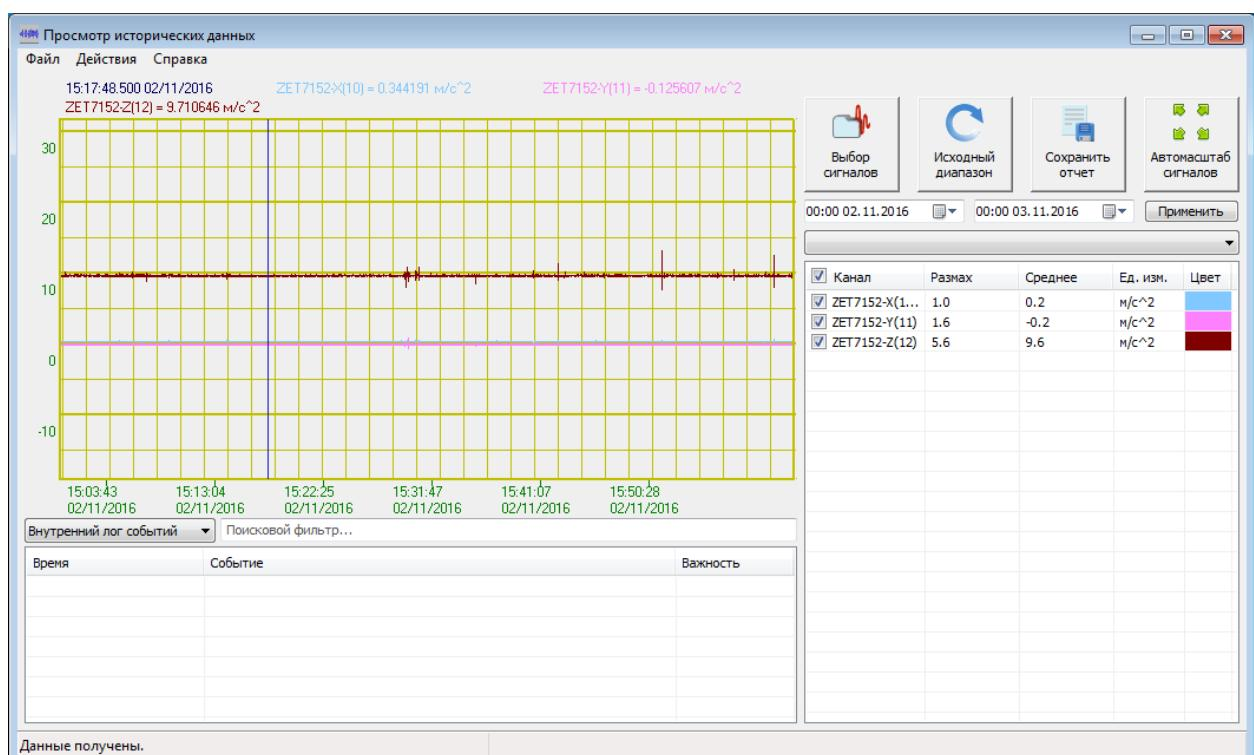

Рис. 3.4 Программа «Просмотр трендов»
- В случае нажатия кнопки «OK» откроется окно программы «Просмотр трендов» (Рис. 3.4), предназначенной для анализа записанных сигналов.